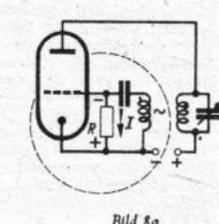

Bild 89
Vorteil: Bei großen Wechsellspannungen stellt sich automatisch eine größere Vorspannung ein (Bild 89).
1. Im schwingenden Zustand fließt ein Gitterstrom durch Gleichrichtung der erzeugten Gitterwechsellspannung (siehe auch Bild 89). Messung durch ein Milliamperegerät bei 1.